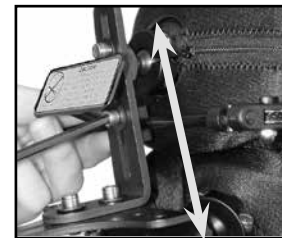
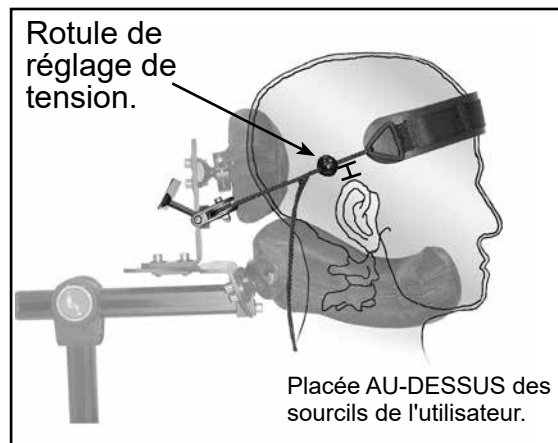

Fig. 3
Fig. 4
Étape 3 (Fig. 3) - Réglage de l'angle de traction de la sangle frontale : Déplacez l'ensemble vers le haut ou vers le bas pour arriver à un sens de traction sur le front perpendiculaire à la pente du front (Fig. 4).